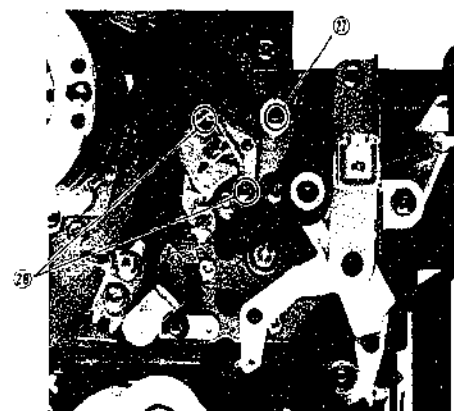

Fig. 26
- 1) ② 1 nut (Fig. 26)
- 2) ② 2 screws (Fig. 26)